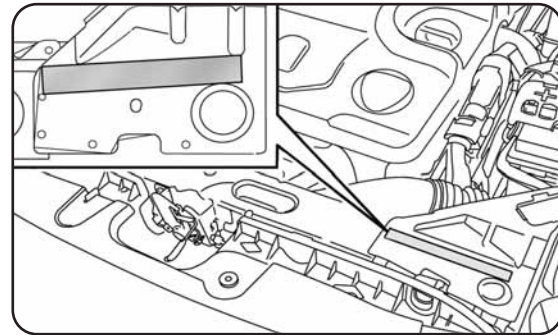

fig. 78
*Avant d'ouvrir le capot du moteur, il faut s'assurer que le moteur du véhicule est coupé et que la clé de contact est en position STOP. Respecter les indications figurant sur la plaquette appliquée au niveau de la traverse avant (fig. 78). Il est conseillé d'extraire la clé de contact lorsque d'autres personnes sont présentes dans le véhicule. Il ne faut jamais quitter la voiture sans emporter la clé de contact ou l'avoir tournée en position STOP. Pendant le ravitaillement en carburant, vérifier que le moteur soit coupé avec la clé de contact en position STOP.*